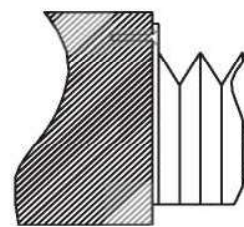

рис. 4
- мех присоединяется к фланцу, который выходит за профиль PVC каркаса (рис. 4). Мех может закрываться целой складкой, а также крепиться болтом к стенке станка.